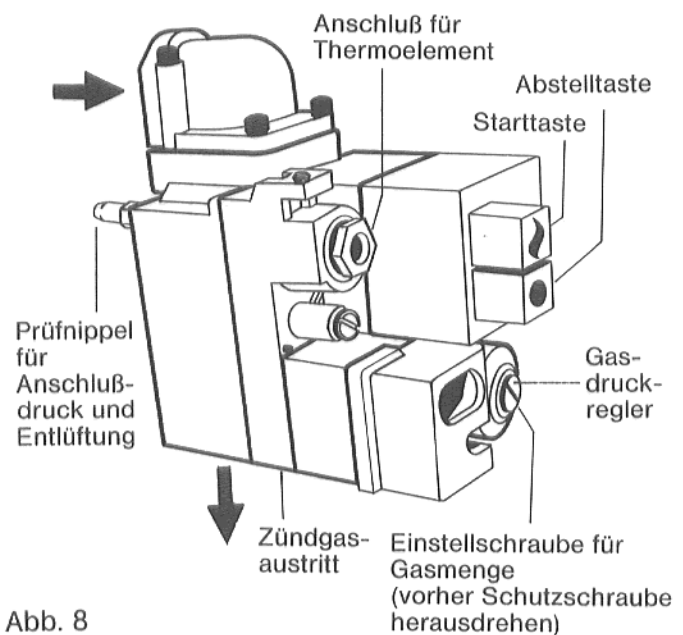

Abb. 8
7.1.3 Bei Gasbrennerarmatur „Honeywell“ V4400 (Abb. 8).
7.4.1 Abstelltaste drücken (Abb. 8).